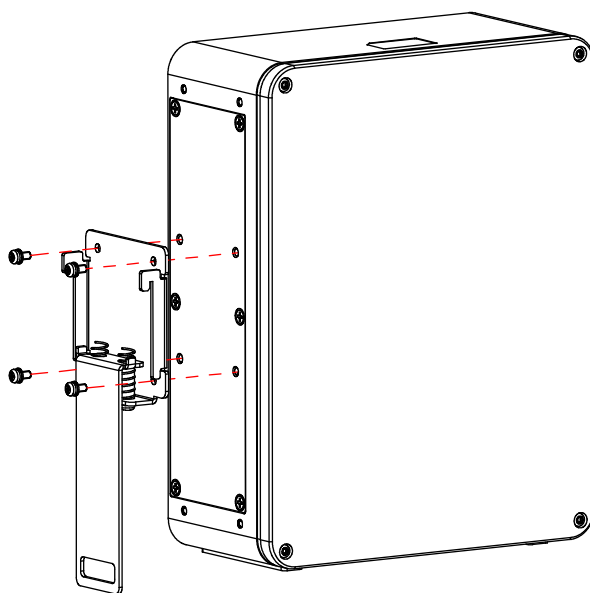

图3-3 固定挂架组件
1. 安装挂架组件，使用螺丝包中的 4 个 M3 螺钉将挂架组件固定在后盖上，如图 3-3 所示。